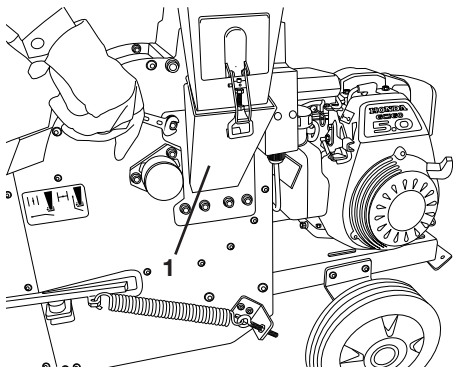

Bild 1
Stecken Sie den seitlichen Trichter (1) auf die vier angeschweißten Bolzen am Schredderseitenteil und schrauben Sie ihn fest (siehe „Bild 1“).